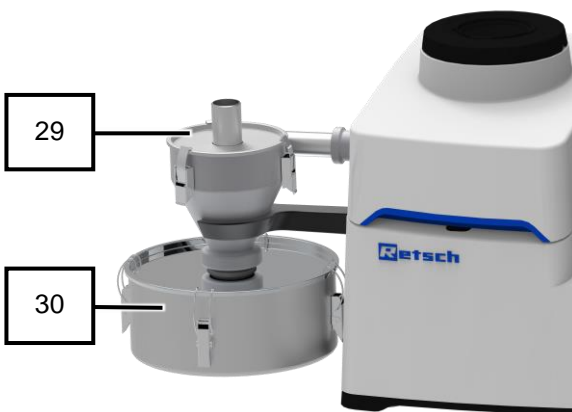

Abb. 49: Zyklonabscheider montiert
→ Der Zyklonabscheider (29) mit Auffangbehälter (30) ist montiert (Abb. 49).